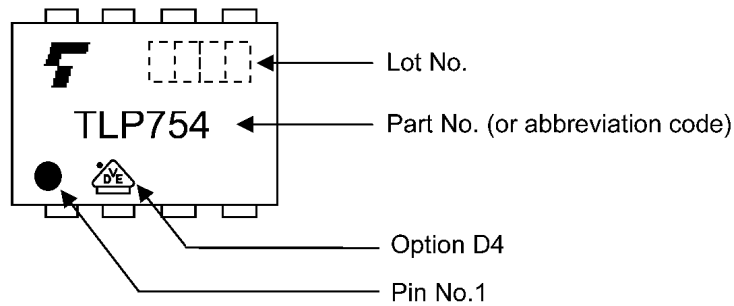

図 15.3 表示例(注)
- 注: EN60747の要求試験を適用した“オプション (D4) 仕様”には上記のマーキングを実施します。(図15.3参照)。